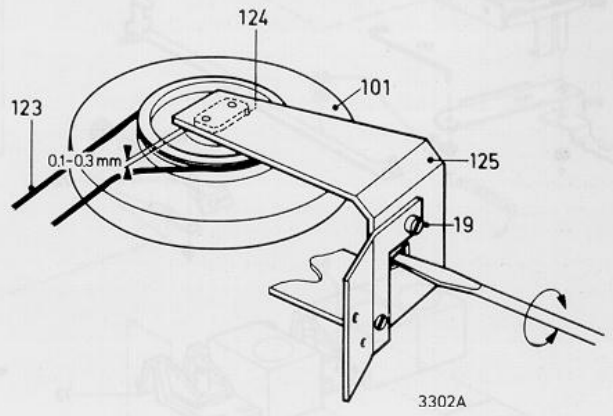

Fig. 8
A. Vliegwiellagerbeugel 125 (fig. 8)
B. Aandrijfsnaar 123 (Fig. 8)